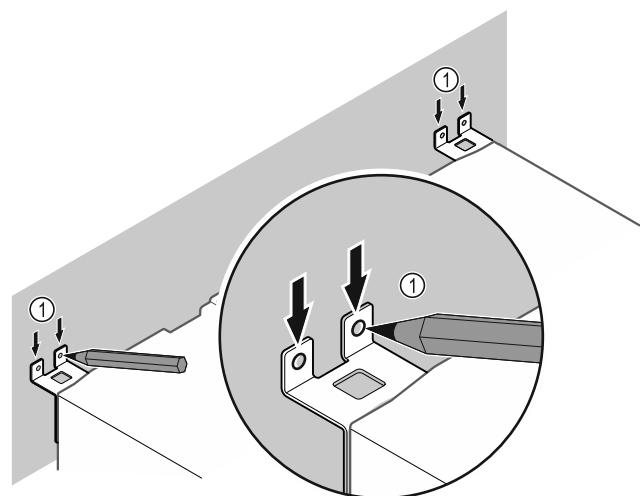

Fig. 12
- Κάντε σημάδια στον τοίχο Fig. 12 (1).